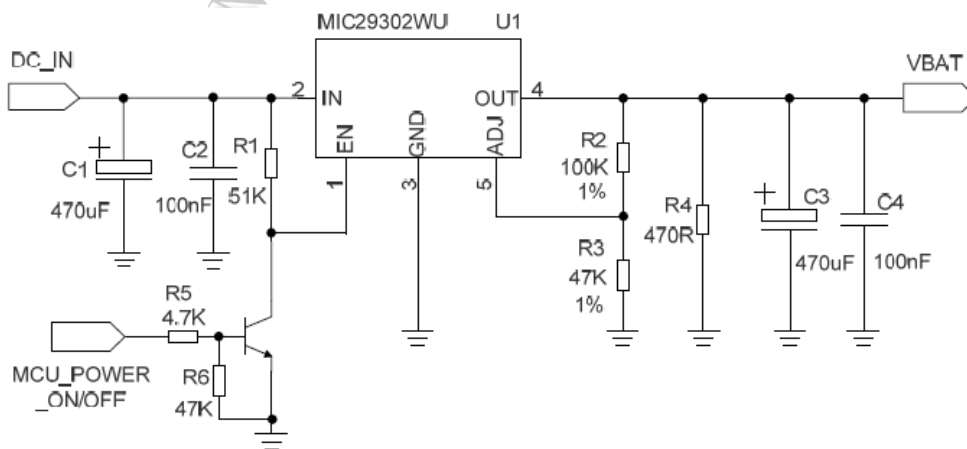

图 5: 供电输入参考设计
- 2、模块带充电功能，如果客户使用图 5 的方式设计电源，需要在软件中关闭充电功能，或者在 VBAT 通路上串接肖特基二极管，防止电流反向流入电源芯片。